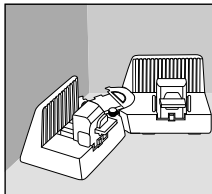

Fig. 4
- ◆ Collocare il prodotto in un angolo o intorno ad un angolo per misurare l'angolo interno o esterno. I bracci mobili **1** devono poggiare parallelamente contro la parete (vedere fig. 4).